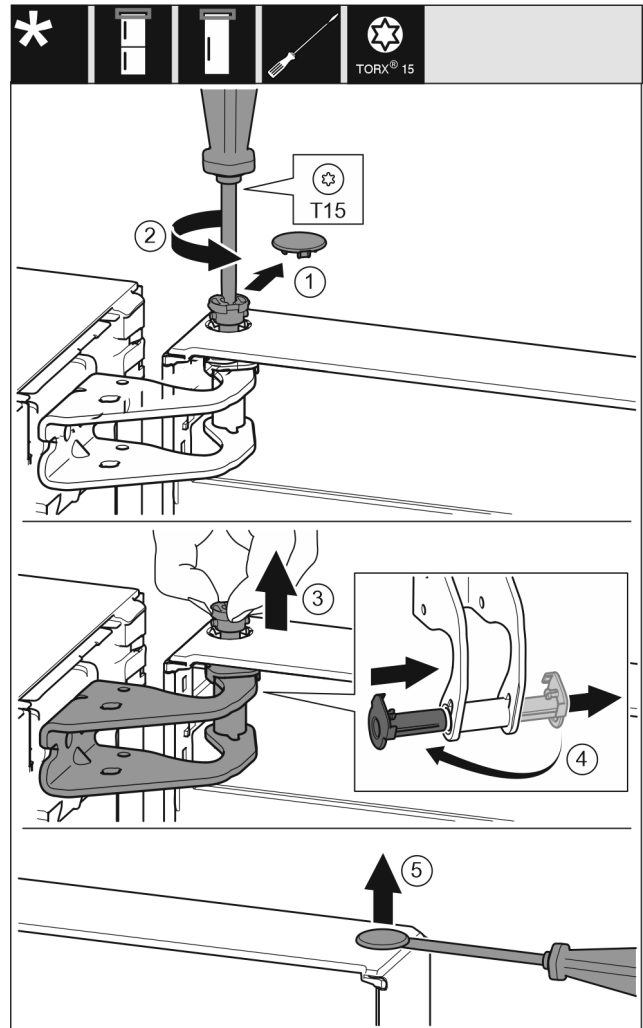

Fig. 11
- ▶ 小心拆下安全盖。 Fig. 11 (1)
- ▶ 用 T15 螺丝刀拧下一枚螺栓。 Fig. 11 (2)
- ▶ 抓紧门并用手指拔出螺栓。 Fig. 11 (3)
- ▶ 将轴衬从导向装置拉出。从另一边装入并卡到位。 Fig. 11 (4)
- ▶ 用带槽螺丝刀小心地从门轴衬上提起堵头并将其拉出。 Fig. 11 (5)